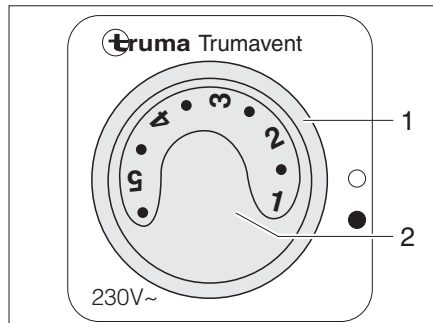

Fig. 103 Commutateur de commande du ventilateur à air pulsé (230 V)
- Mettre l'interrupteur tournant (Fig. 103,1) sur "●".
- Régler la puissance désirée du ventilateur à air pulsé à l'aide du bouton de commande (Fig. 103,2).
- Mettre l'interrupteur tournant (Fig. 103,1) sur "○".